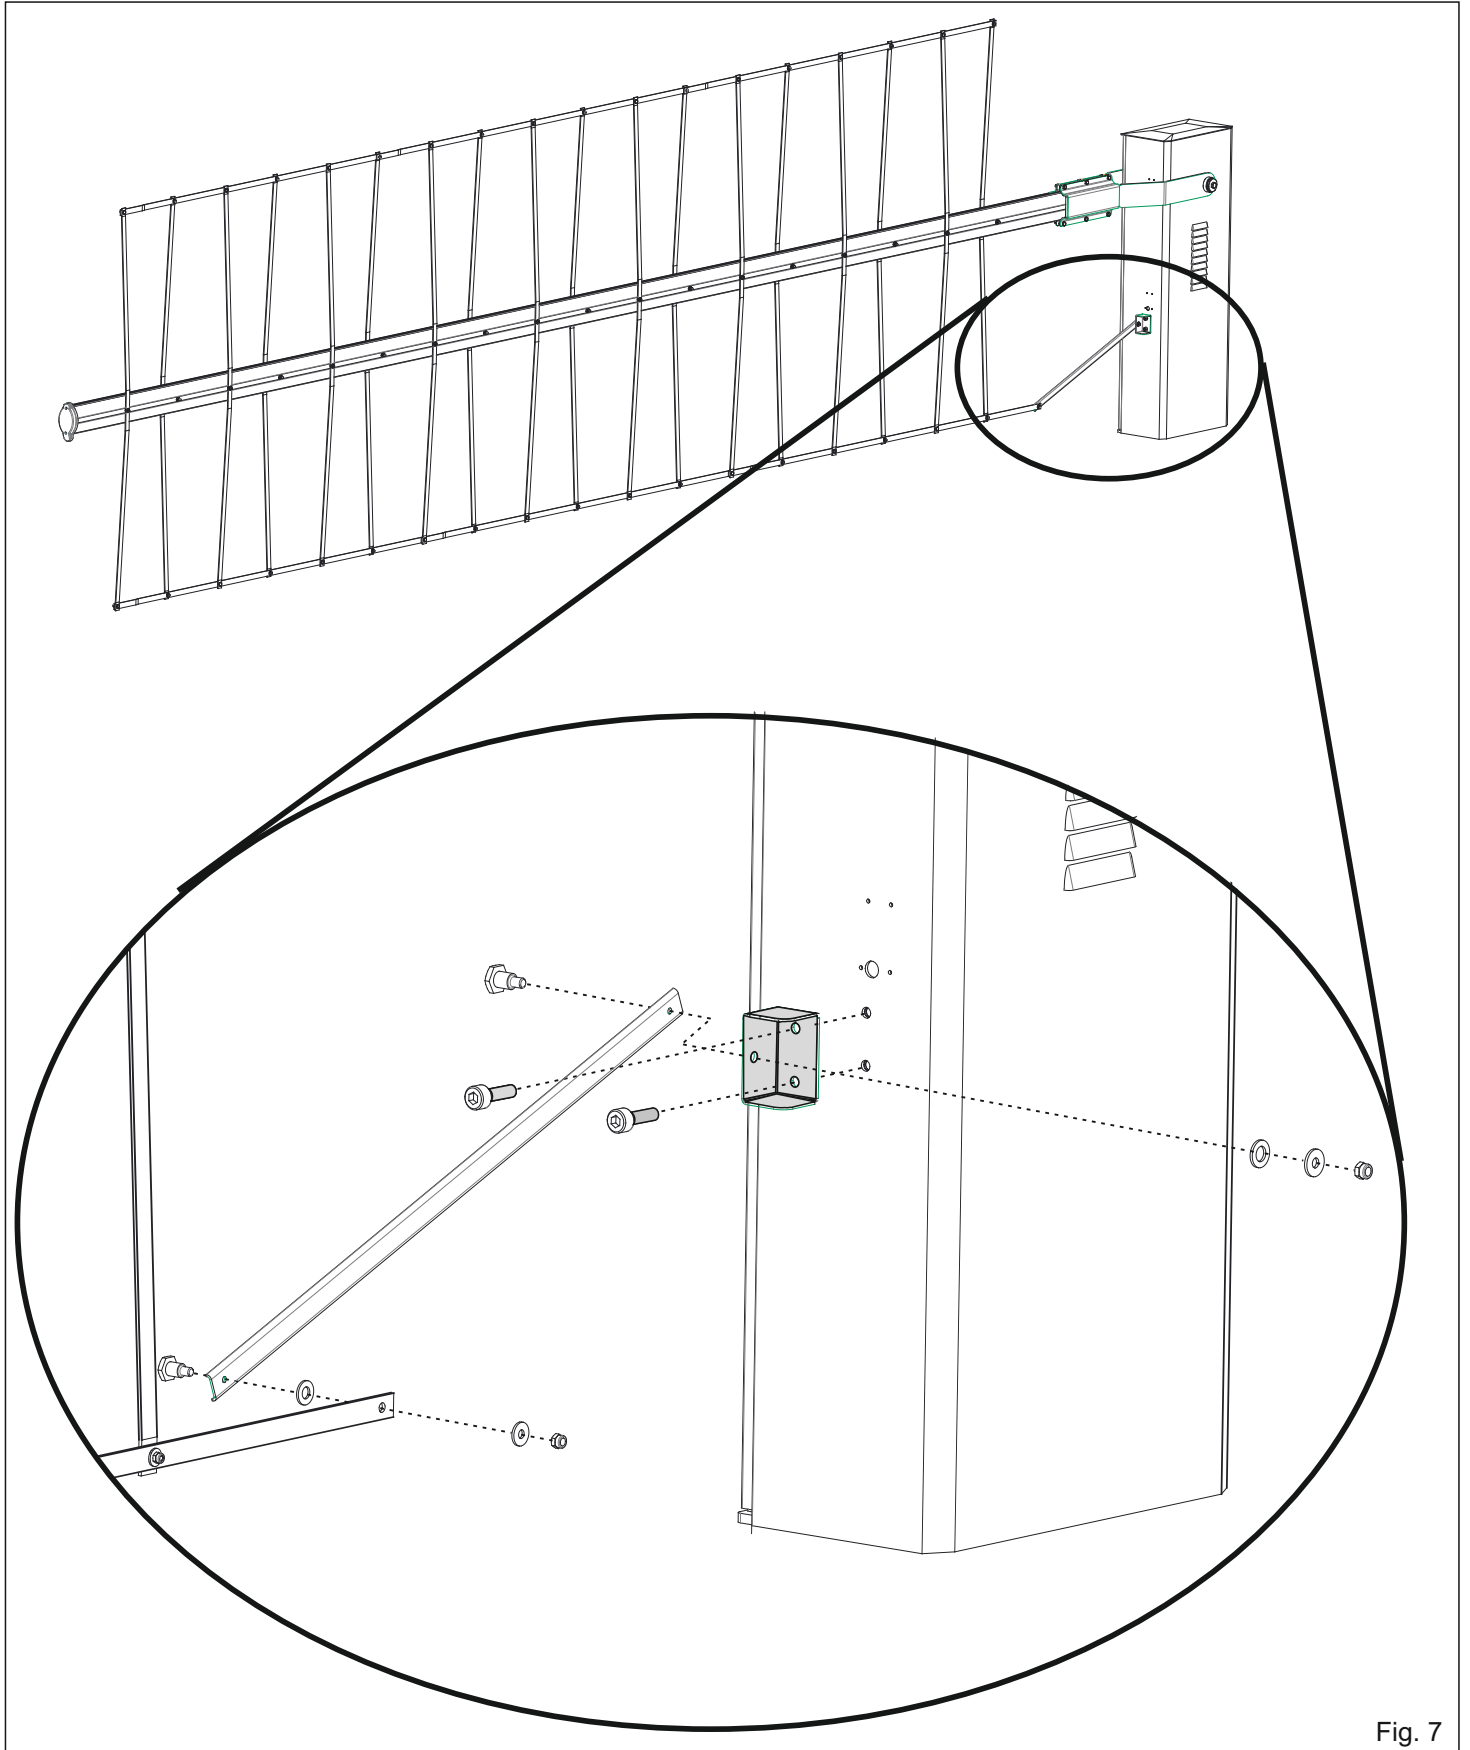

Fig. 7
- 4) Dopo aver assemblato la doppia siepe, bisogna procedere ad agganciare la stessa al corpo barriera, seguendo la procedura riportata in Fig. 7
- 4) After assembling the double skirt, proceed to its hooking to the barrier body, as shown in Fig. 7
- 4) Après l'assemblage de la double herse, accrochez-la au corps de la barrière en suivant la procédure montré sur la Fig. 7
- 4) Después de ensamblar la doble faldilla, proceder a engancharla al cuerpo de la barrera, siguiendo el procedimiento que se muestra en la Fig. 7